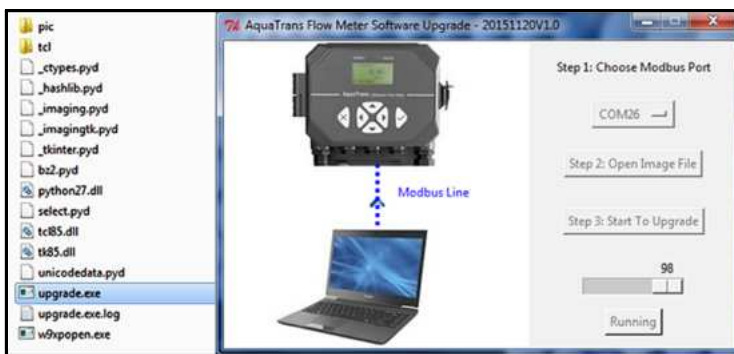

Рис. 37. Запуск программного обеспечения update.exe
3. Чтобы запустить программу обновления, щелкните файл upgrade.exe (см. рисунок 37 ниже). Установка программного обеспечения на ПК не требуется.